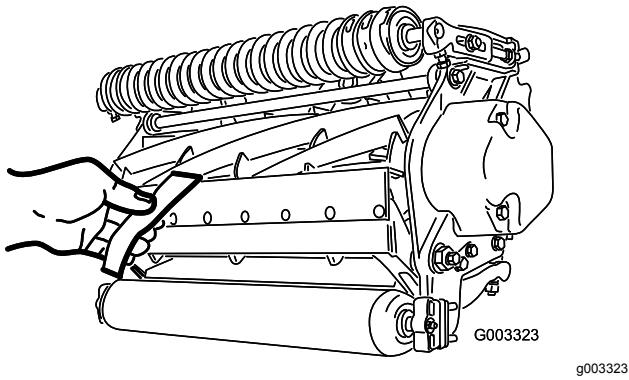

Figura 10
2. Pruebe el rendimiento de corte insertando una tira larga de papel de prueba del rendimiento de corte (Pieza Toro N° 125-5610) entre el molinete y la contracuchilla, perpendicular a la contracuchilla (**Figura 10**). Gire el molinete lentamente hacia adelante; debe cortar el papel.